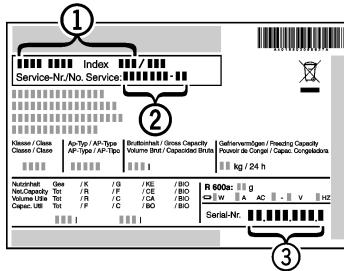

Fig. 7
- Gerätabezeichnung *Fig. 7 (1)*, Service-Nr. *Fig. 7 (2)* und Serial-Nr. *Fig. 7 (3)* vom Typenschild ablesen. Das Typenschild befindet sich an der linken Geräteinnenseite.
- Den Kundendienst benachrichtigen und den Fehler, Gerätabezeichnung *Fig. 7 (1)*, Service-Nr. *Fig. 7 (2)* und Serial-Nr. *Fig. 7 (3)* mitteilen.